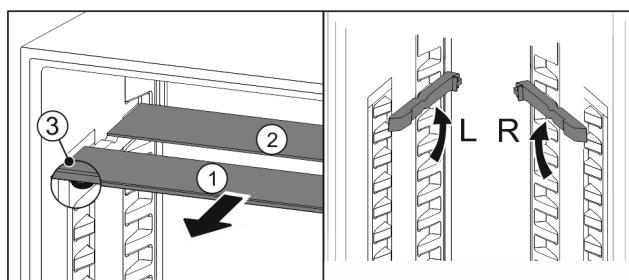

Fig. 76
- ▶ estrarre i ripiani di vetro singolarmente tirando in avanti Fig. 76 (1).
- ▶ Il piano in vetro Fig. 76 (1) con il motivo ornamentale è nella parte anteriore.
- ▶ I fermi Fig. 76 (3) sono rivolti verso il basso.